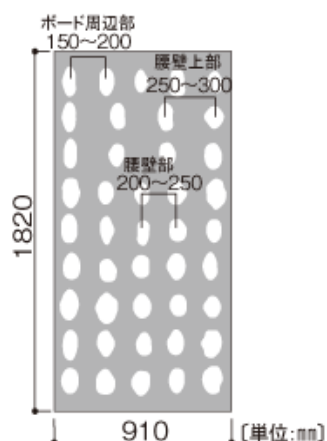

図 5：塗布間隔
- ・接着剤の塗布間隔は、表 6、図 5 に示す通りとする。